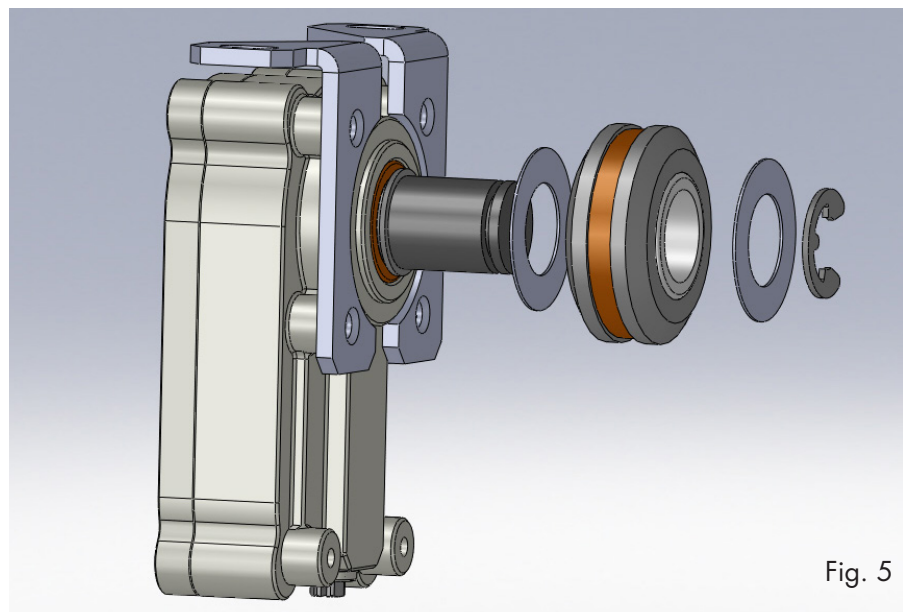

Fig. 5
- Una vez elegido el sentido de amortiguación (= sentido de rotación del amortiguador al cerrar), fije la polea según la fig. 5 en el eje del amortiguador radial. Véase también las fig. 2a y 2b.